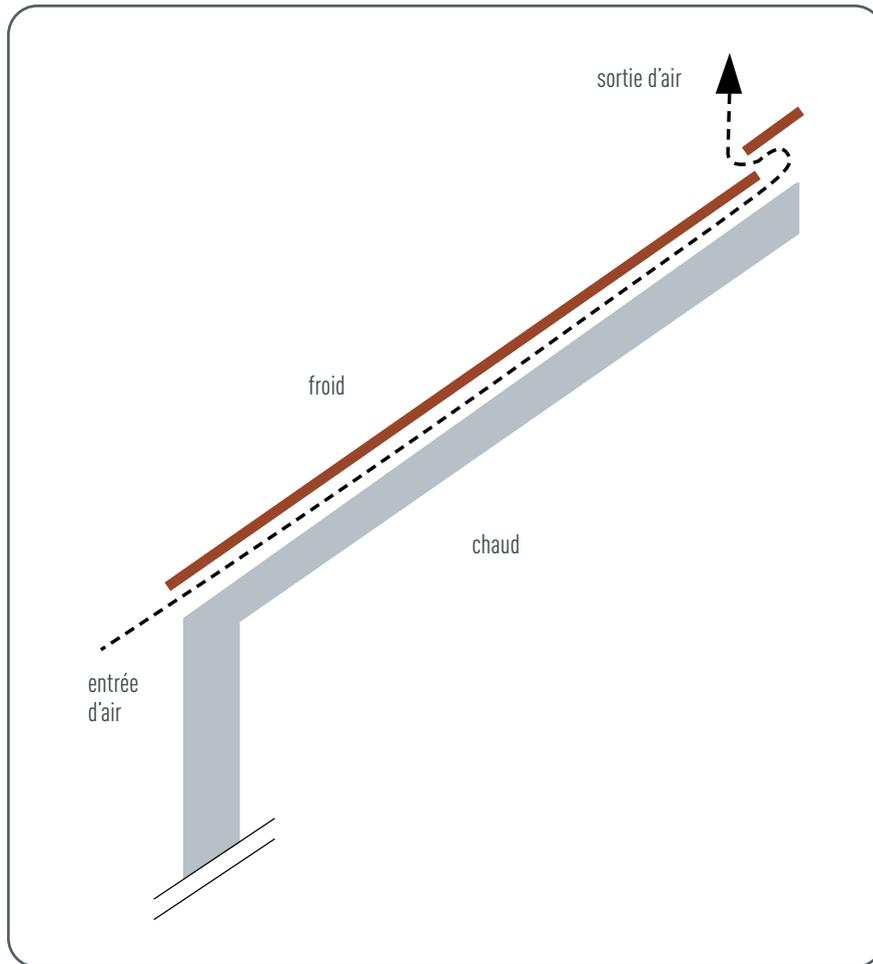

Figure 1 - Construction de toit double peau
La couverture et la couche d'isolation sont séparées par une lame d'air ventilée. Ceci permet d'évacuer vers l'extérieur l'humidité qui serait susceptible de s'accumuler (formation de condensation). De manière générale, c'est la couverture qui est ventilée (cf. Fig. 1).
1.1 COMBLES AMÉNAGEABLES (FIG. 1)